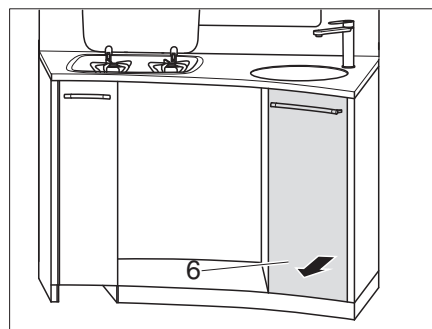

Fig. 127 Extraer el cajón superior de la cocina
- Extraer el cajón superior de la cocina (Fig. 127,6).